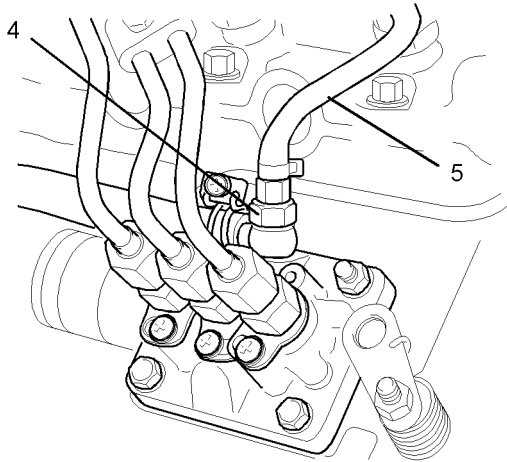

图 54
5. 松开喷油泵的接头 (4) 或 (6)。
注:对于图 54 , 可能需要卸下喷油泵的回油软管 (5)。